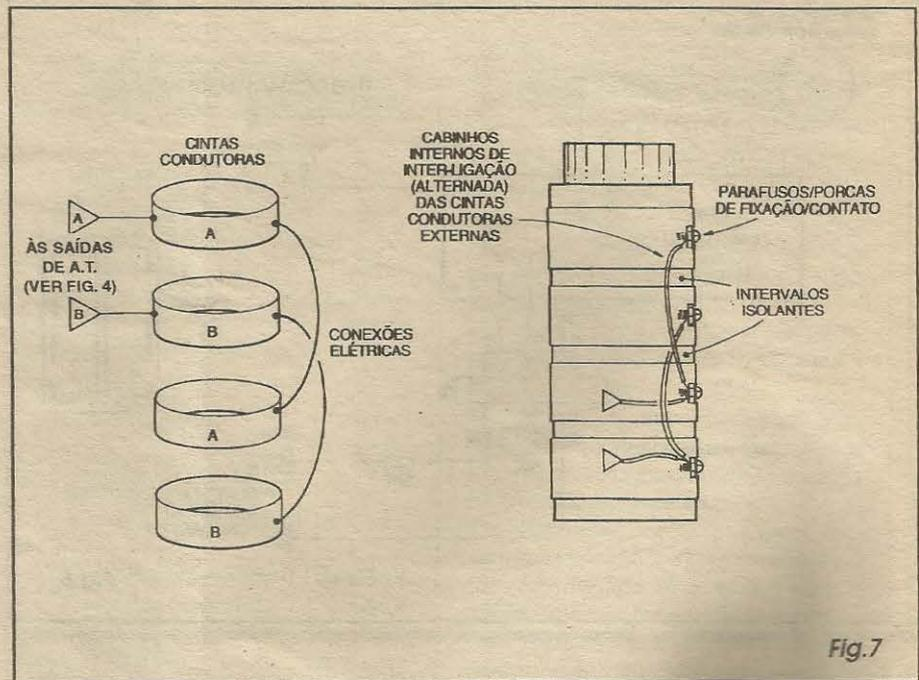

Fig.7
- FIG. 7 - DETALHANDO AS SUPERFÍCIES DE CHOQUE, SUAS IDENTIFICAÇÕES E CONEXÕES - Para que tudo fique completamente claro, os diagramas complementam a figura anterior, podendo o leitor facilmente identificar com precisão a intercalação das cintas condutoras, suas identificações e conexões ao cir-